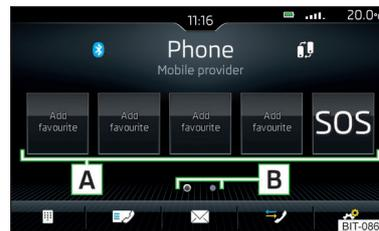

Fig. 143
- Pulse en el menú principal *Teléfono* la superficie funcional libre deseada **A** » fig. 143.
- Para el **cambio del grupo de memoria**, pulsar la superficie funcional **B** » fig. 143.
- Para la **elección**, pulsar la superficie funcional **A** » fig. 143 ocupada.
- Mantener pulsada en el menú principal *Teléfono* la superficie funcional deseada y ocupada **A** » fig. 143.